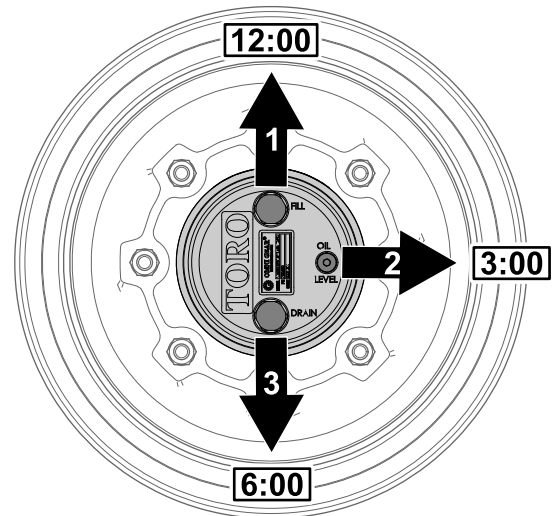

Figura 63
1. Estacione a máquina numa superfície plana, posicione a roda de forma a que o tampão de enchimento fique na posição das 12 horas, o tampão de verificação fique na posição das 3 horas e o tampão de drenagem fique na posição das 6 horas (**Figura 63**).
2. Retire o tampão de verificação da posição das 3 horas (**Figura 63**).
1. Estacione a máquina numa superfície plana, posicione a roda de forma a que o tampão de enchimento fique na posição das 12 horas, o tampão de verificação fique na posição das 3 horas e o tampão de drenagem fique na posição das 6 horas; consulte Figura 63 em Verificação do lubrificante da transmissão da engrenagem planetária (página 51).